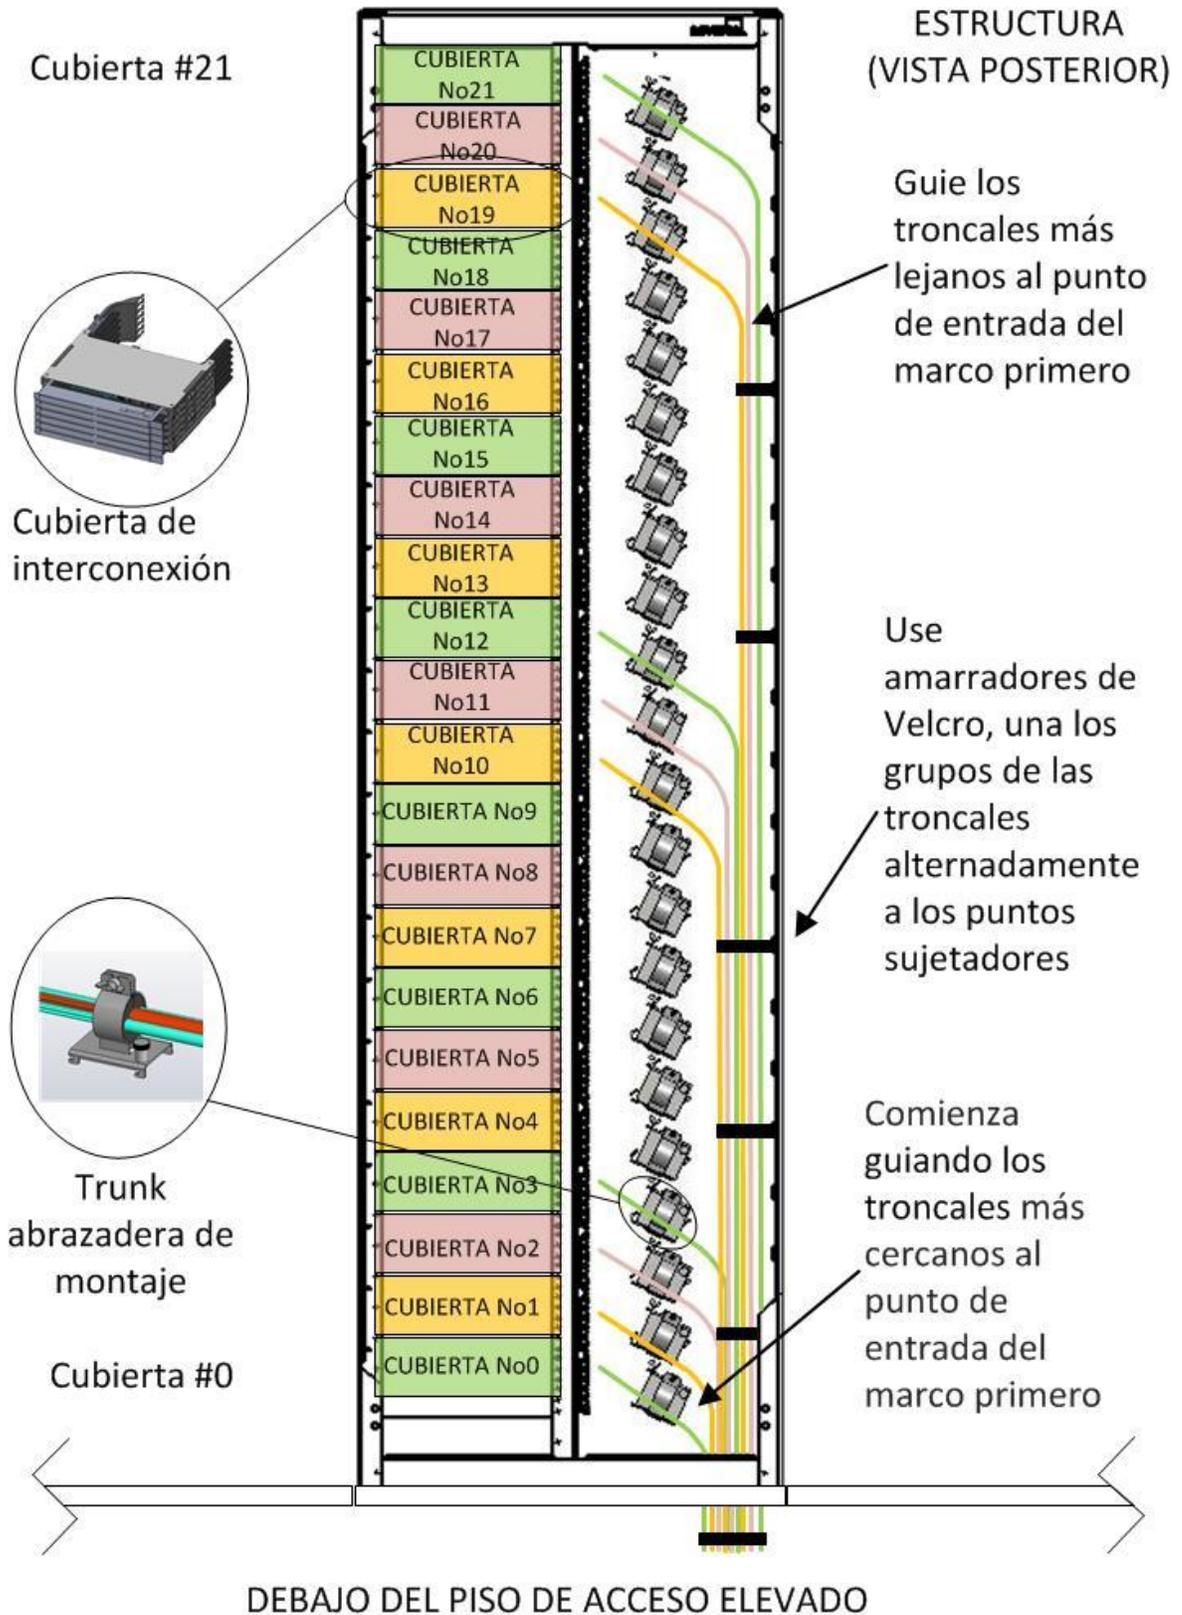
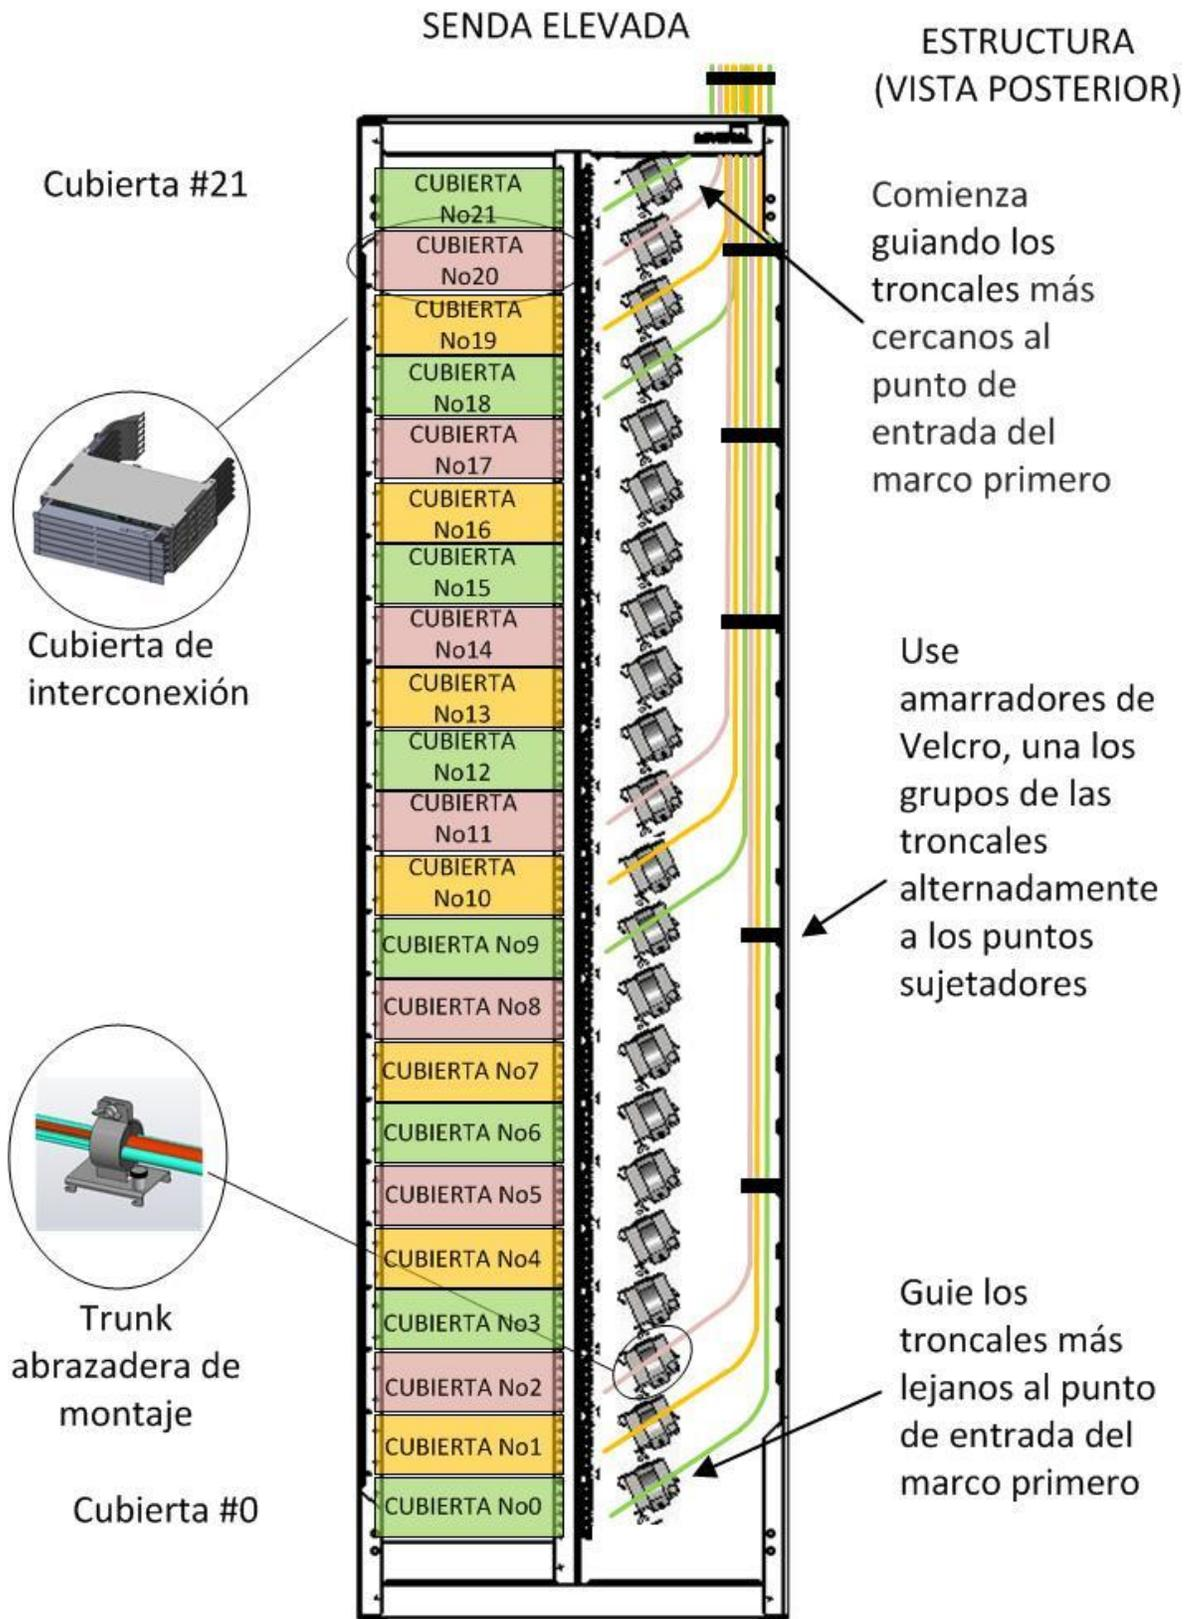

figura 18
figura 19
- a. Los siguientes son ejemplos de cableado direccionados desde abajo a través de pisos de acceso elevado (figura 18) y desde arriba (figura 19).